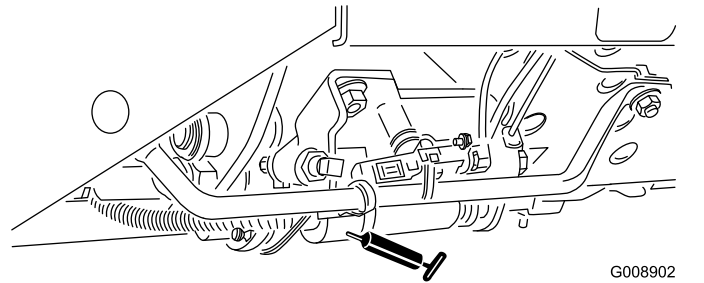

**Bild 52**
- Leerlaufeinstellung (Bild 52)